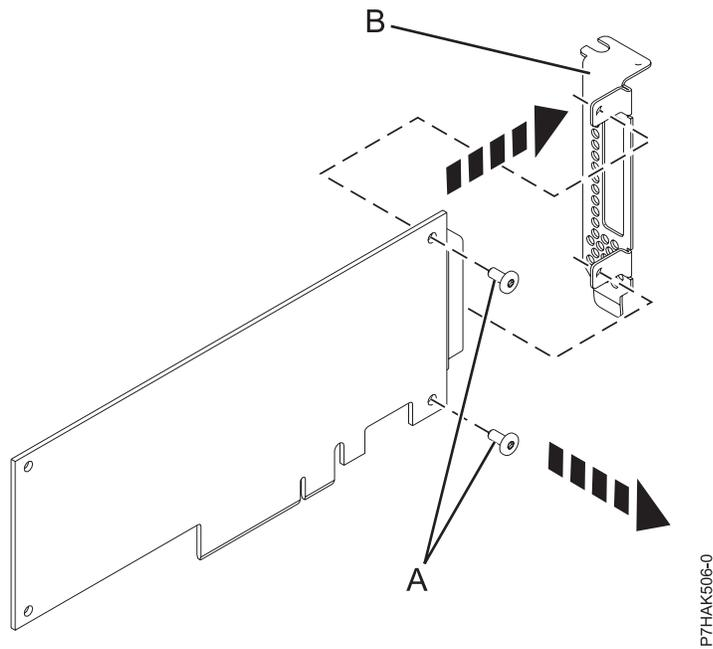

Figure 10. Retrait de la contre-poupée extra-plate d'une carte PCI défectueuse
4. A l'aide d'un tournevis cruciforme, dévissez les deux vis **(A)** qui maintiennent la contre-poupée **(B)** sur la carte PCI défectueuse, comme illustré (figure 10, à la page 24).